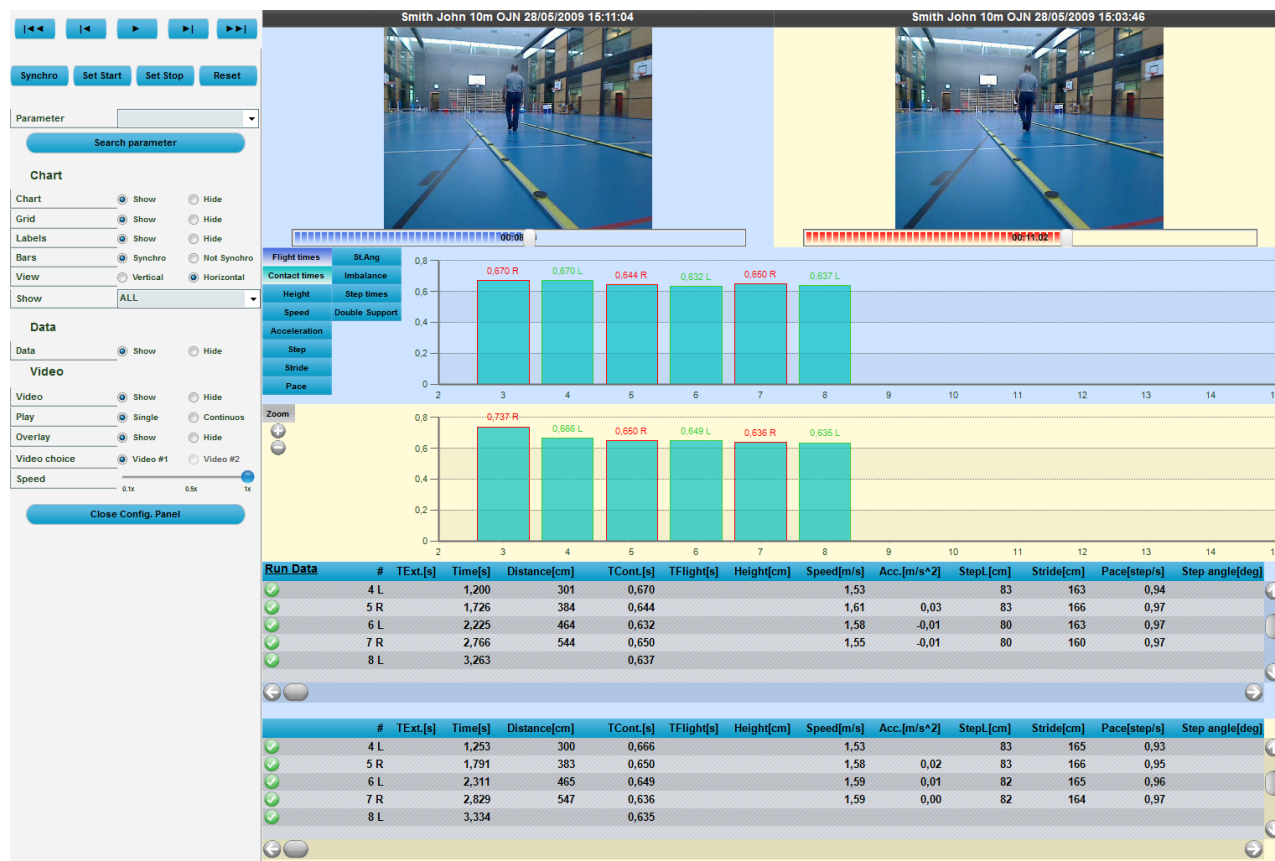

Figura 89 – Confronta
- **Visualizzazione:** la visualizzazione dei dati può essere in orizzontale (come in Figura 89) oppure in verticale. In questo caso i valori numerici sulla griglia vanno scrollati orizzontalmente